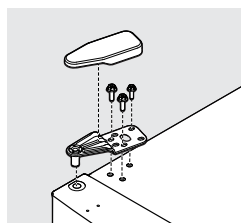

figure 12
12. Fixez la charnière supérieure à l'aide d'une douille de de 5/16 po, puis placez le couvercle de la charnière supérieure (certains modèles) sur l'appareil (figure 12).